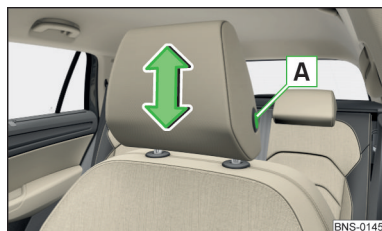

Fig. 98
► Pentru **reglarea pe înălțime**, mențineți apăsat butonul de siguranță **A** și deplasați tetiera în direcția dorită » **fig. 98**.